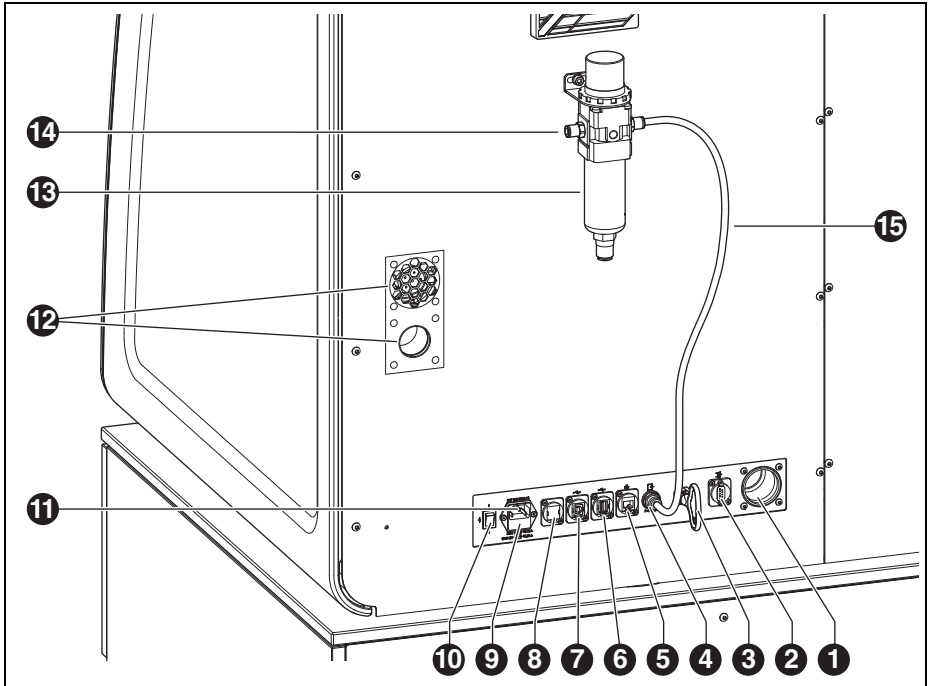
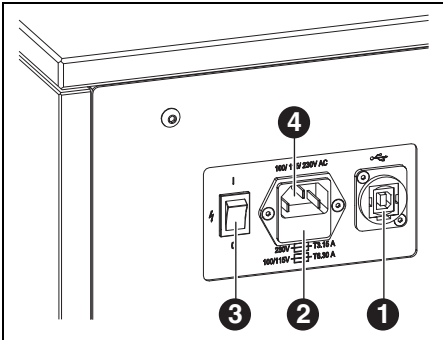

Bild 5 Übersicht Rückseite Frässystem
Bild 6 Übersicht Anschlüsse Ceramill Cleanstream
- ▷ An der Rückseite von Ceramill Matik und Ceramill Cleanstream Schubladen unterhalb der Netzstecker herausziehen (Siehe Bild 5 [9] und Bild 6 [2]).